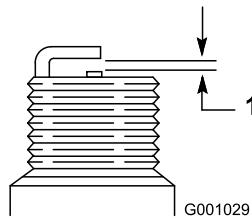

Figura 45
- Regolate la luce tra gli elettrodi della candela a 0,76 mm (Figura 45).